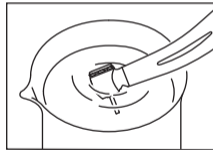

Fig. 5
- 3) Faites pivoter la pièce à main et immergez la moitié de la pièce à main. (Fig. 5)